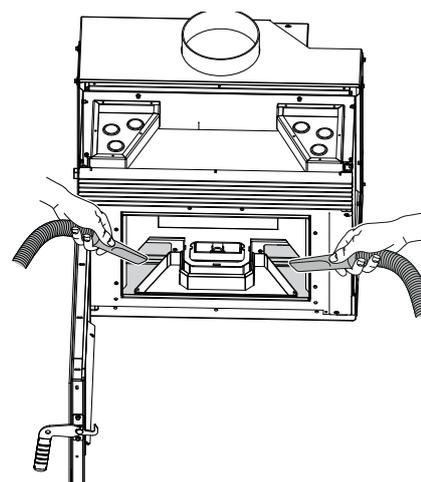

fig. 7.19
- F) Aspirer la cendre résiduelle (fig. 7.19).